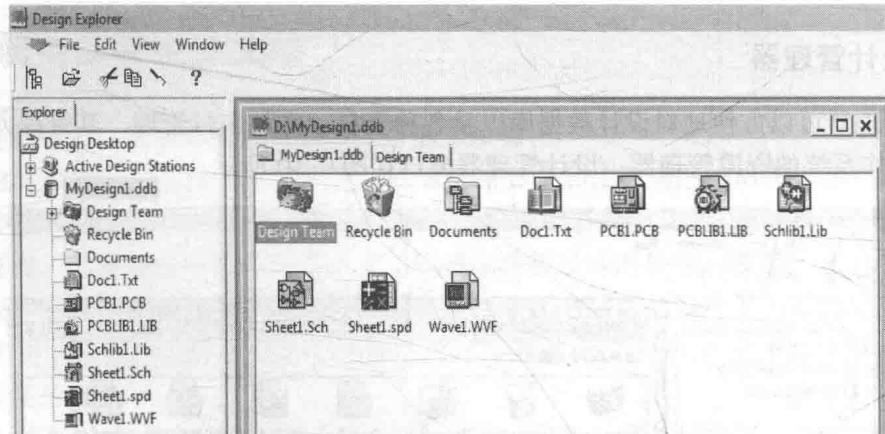

图 0-12 设计数据库目录下的文件结构
3) 资料 (Document) 文件夹。各种设计文件可以放置在 Document 文件夹中。单击 Document 左边的加号，则放在 Document 文件夹中的所有设计文件都会按照树形结构展开。当然设计文件也可以直接放在设计数据库目录下。在设计数据库目录下的文件结构如图 0-12 所示。